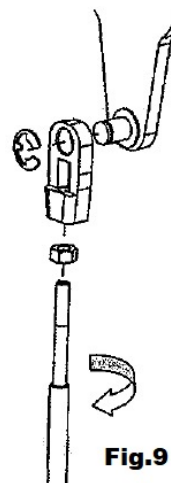

Fig.9
3. Predisporre il terminale del cavo come illustrato in **Fig.9** e fissarlo alla leva dell'acceleratore con l'apposito anello elastico.